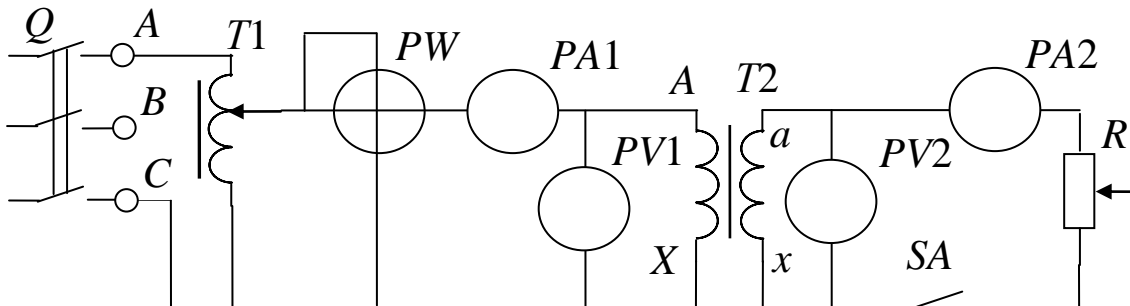

Рис. 1. Схема экспериментальной установки
Работа выполняется на стенде ЛЭС-5. В качестве однофазного трансформатора используется одна фаза трехфазного трансформатора  $T2$  (см. рис. 1) со следующими параметрами:  $S_{\text{ном}} = 50 \text{ ВА}$ ,  $U_{1\text{ном}} / U_{2\text{x}} = 220 / 20 \text{ В}$ ,  $f = 50 \text{ Гц}$ . При этом можно использовать любую фазу, например, фазу  $A$  с обозначениями выводов первичной обмотки  $A$  и  $X$ , и вторичной –  $a$  и  $x$ .
5.4. Собрать электрическую схему (рис. 1), установив предварительно выключатели и регуляторы в исходное состояние. Для этого выключатели выключить, установить максимальное сопротивление реостата (скользящий контакт реостата установить в нижнее положение), регулятор автотрансформатора установить в положение до упора против часовой стрелки. Дать проверить схему лаборанту.